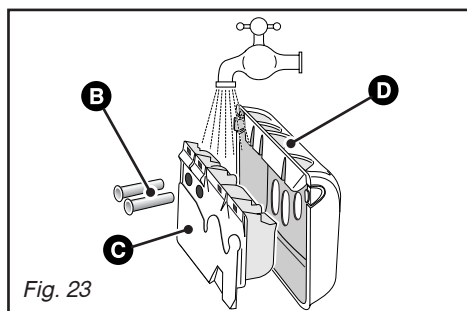

Fig. 23
- retirez les siphons **B** situés à l'arrière de la boîte **C** et séparez cette dernière de son enjoliveur avant **D** (Fig. 23)